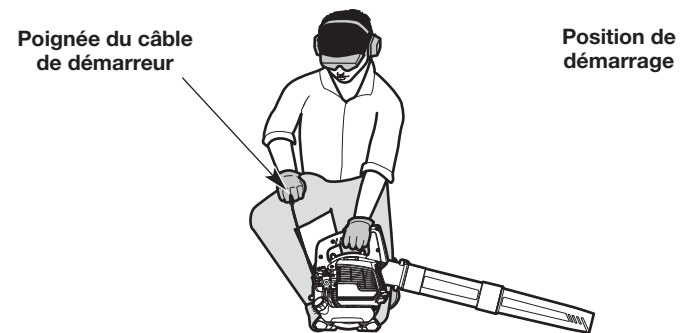

Fig. 5
AVERTISSEMENT : évitez tout démarrage accidentel de l'appareil. Pour éviter toute blessure grave, l'opérateur et l'appareil doivent être tous deux en position stable quand l'opérateur tire sur le câble de démarreur (Fig. 5).
6. **NE PAS** enfoncer la manette des gaz. Accroupissez-vous en position de démarrage (Fig. 5).